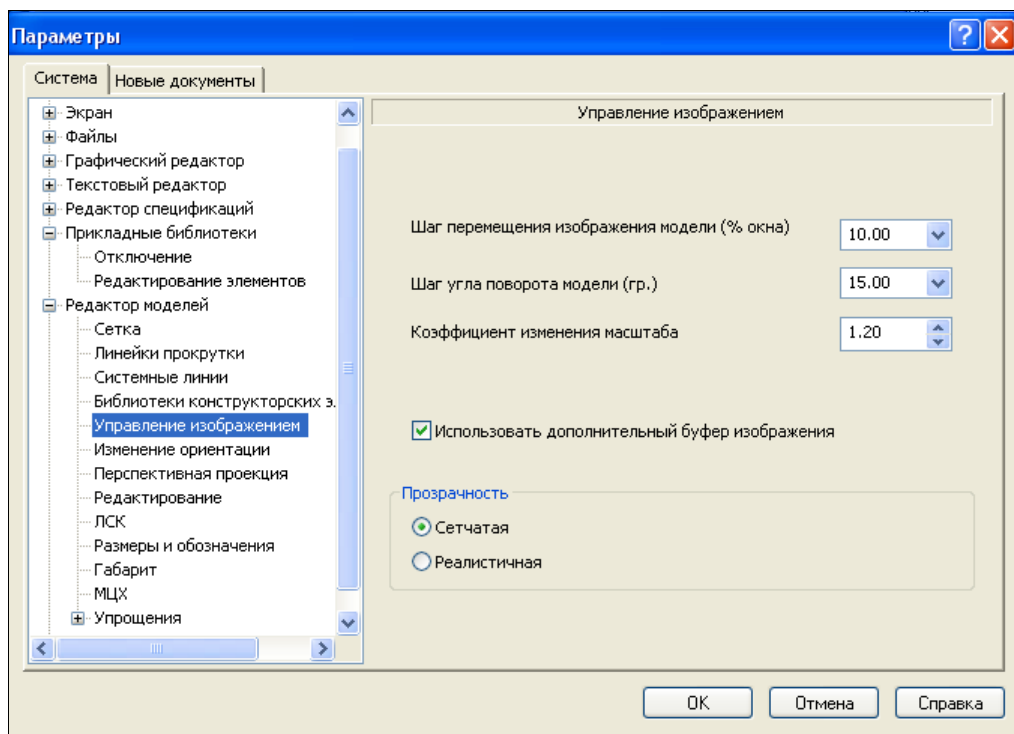

Рис. 27.1. Диалоговое окно **Параметры** с открытой панелью **Управление изображением**
- ◆ щелкните ЛК мыши по пункту **Управление изображением**. В правой части открылась панель с одноименным названием (рис. 27.1).